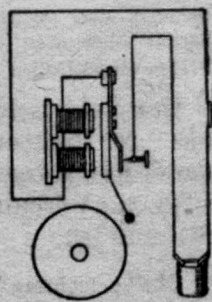

Abb. 70
- k) Erkläre die Gesamtanlage der elektrischen Klingel! (Abb. 70.) Gib den Stromverlauf an, die Wirkung und Bedeutung der einzelnen Teile!